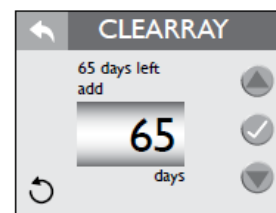

Figura 6.6c
1. No Menu “Water Care” (Cuidados com água), você pode configurar o temporizador da lâmpada UV de CLEARRAY, Figura 6.6c.